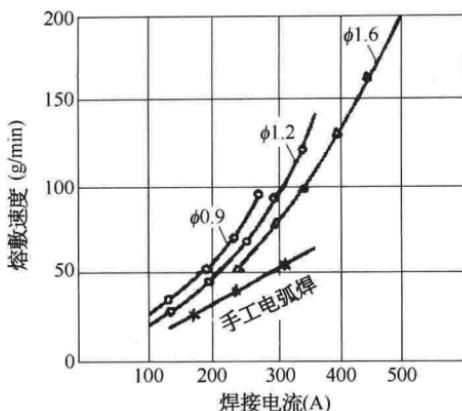
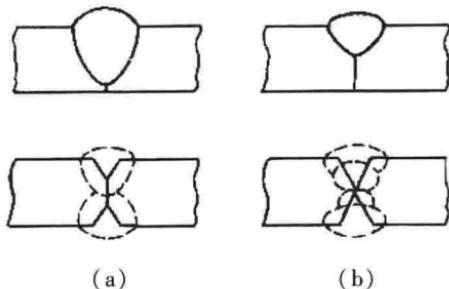

图 1-4 焊接电流对熔敷速度的影响
图 1-5 CO2气体保护焊与手工电弧焊坡口比较
(1) CO2气体保护焊采用的电流密度比手工电弧焊大得多,见表1-1。由表1-1可以看出,CO2气体保护焊采用的电流密度通常为100~300 A/mm2,焊丝的熔敷速度高(图1-4),母材的熔深大,对于10 mm以下的钢板可以开I形坡口一次焊透,对于厚板可以加大钝边、减小坡口,以减少填充的金属,提高焊接效率,如图1-5所示。